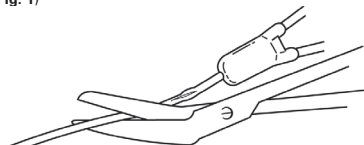

Fig. 2
2. Couper la partie endommagée du cathéter. (Fig. 2)